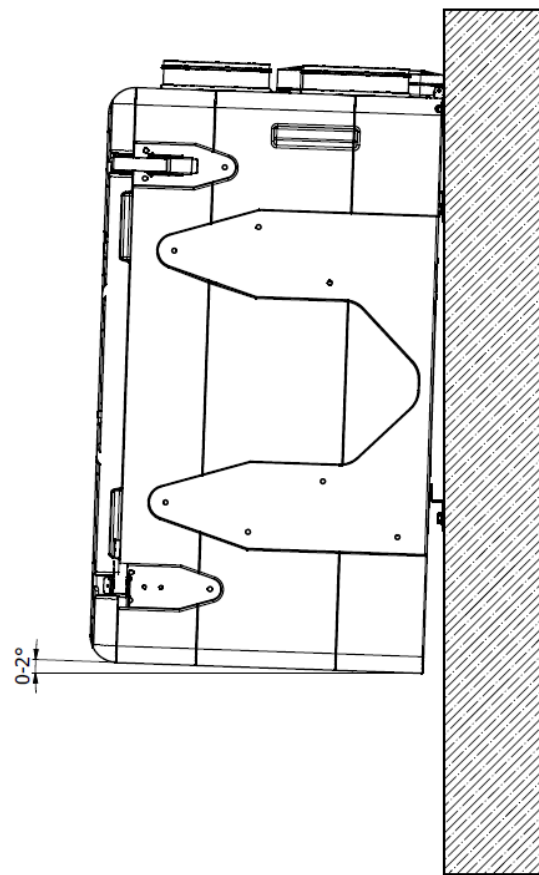

Abb. 15 - Maximale Abweichung von der Horizontalen
- Nivellieren Sie das Gerät wie in Abb. 15 gezeigt.